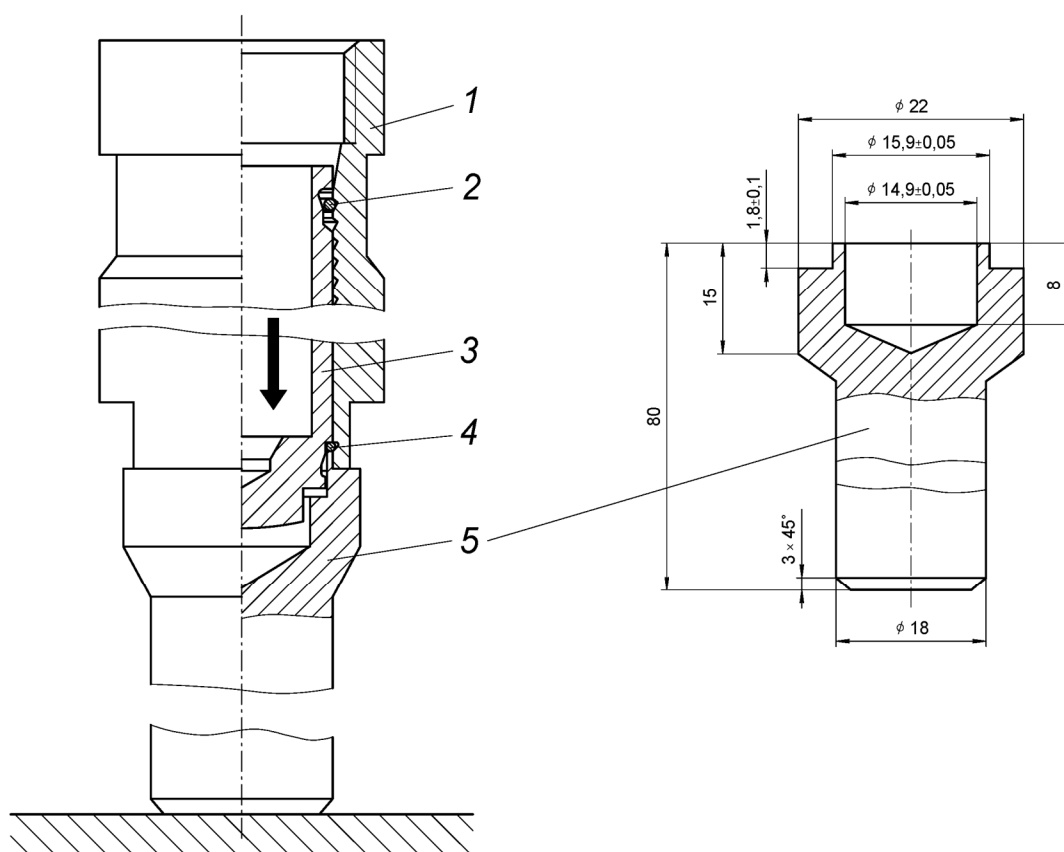

Рисунок 52 – «Зарядка» гидронатяжителя с помощью оправки:
- на закрепленную вертикально оправку 5 (Рисунок 52) установить корпус 1 гидронатяжителя;